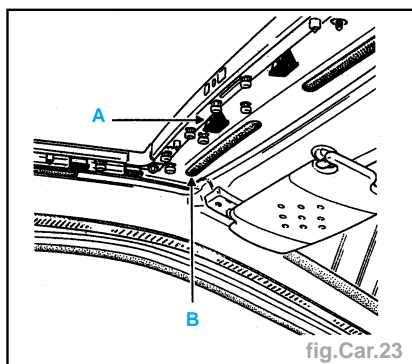

fig.Car.23
- Les garnitures sont fixées par du Velcro (A) et des cordons de colle (B) (fig.Car.23).